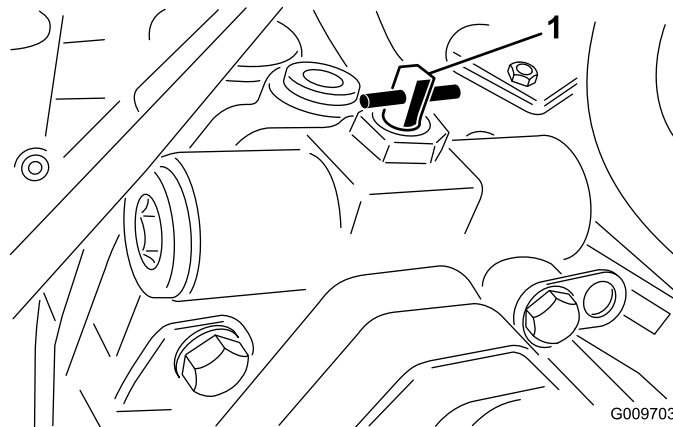

Figura 18
2. Rode a válvula de derivação 90 (1/4 de volta) em qualquer direcção, para permitir a passagem interna do óleo (Figura 18). Depois de o fluido passar a máquina pode ser deslocada lentamente sem danificar a transmissão. Observe a posição da válvula quando a abrir ou fechar.